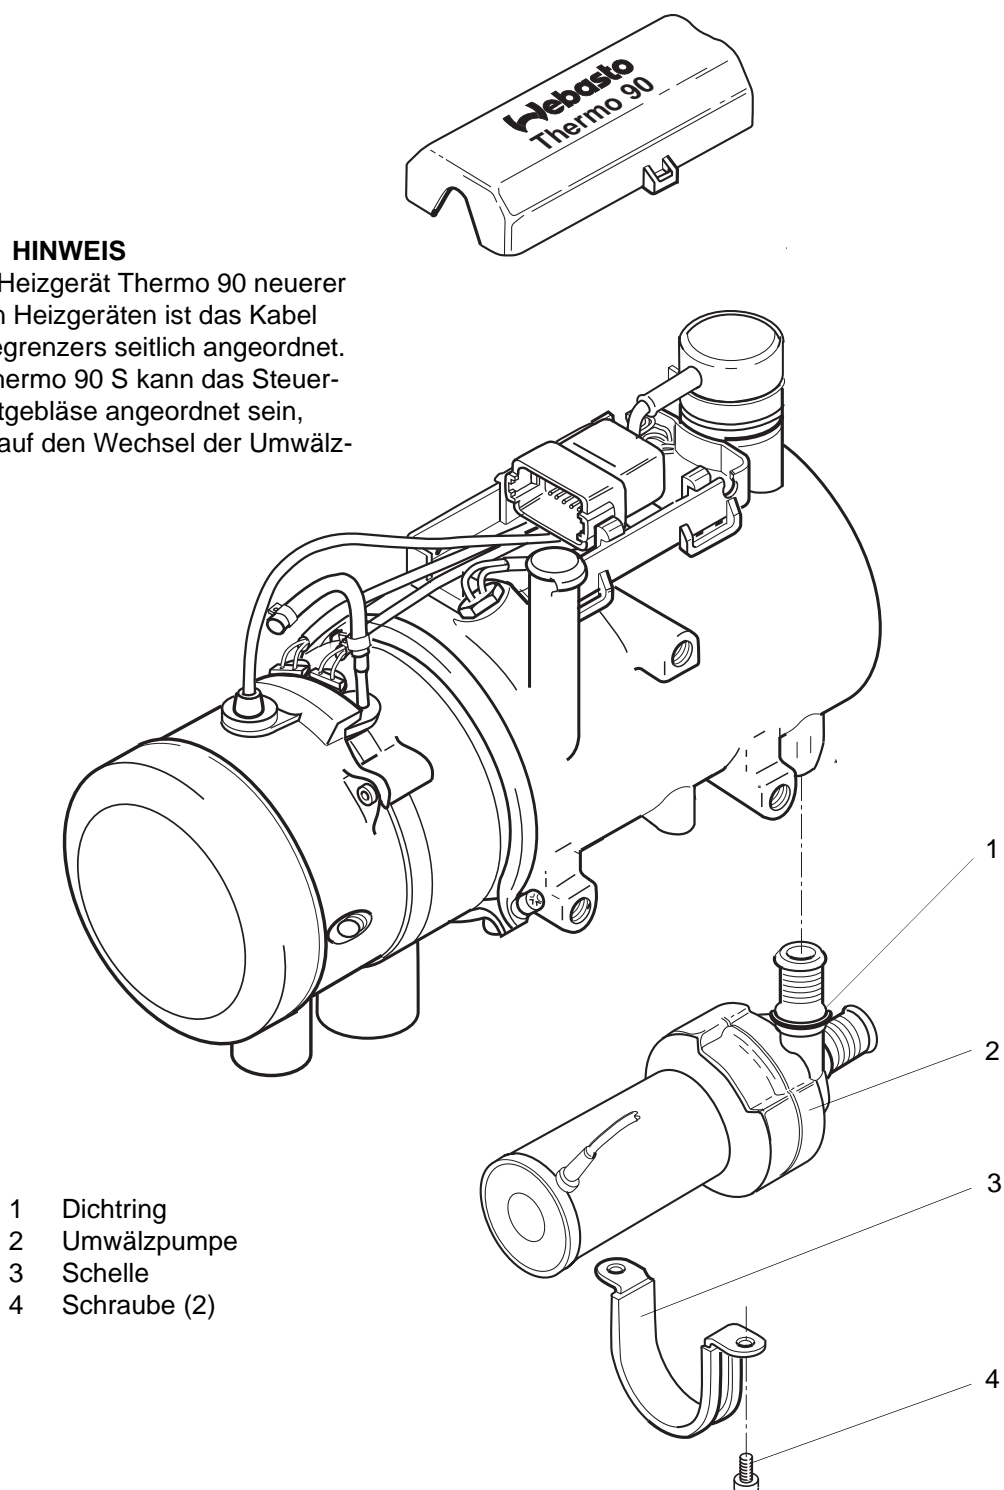

Abb. 902 Wechsel der Umwälzpumpe
3. Schrauben (4, Abb. 902) entfernen.
4. Schelle (3) und Umwälzpumpe (2) entfernen.
1. Dichtring (1, Abb. 902) mit säurefreiem Fett (Vaseline) einstreichen.
2. Umwälzpumpe (2, Abb. 902) in Zusammenbaulage bringen und mit Schelle (3) und Schrauben (4) befestigen.
3. Schrauben (4) mit $3 \text{ Nm} \pm 10\%$ anziehen.